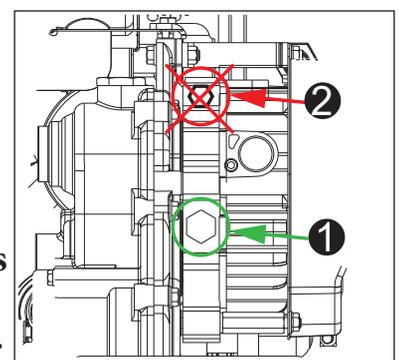

Abb. 24
1. Stellen Sie einen geeigneten Behälter unter die HST-Einheit, um das Öl aufzufangen, und entfernen Sie dann die Ölablassschraube (Pos. 1 Abb. 24).
Lösen Sie niemals die Schraube (Abb. 24 Pos. 2). Andernfalls kann dies das Fahren der Maschine beeinflussen. Dies wird als Missbrauch betrachtet und durch Missbrauch verursachte Schäden fallen nicht unter die Garantie.